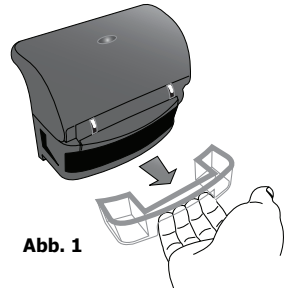

Abb. 1
1. Die Wasserauffangschale nach außen ziehen und so unter dem Deckelscharnier hervorziehen [Abb. 1]. Das gesammelte Wasser nach jedem Gebrauch ausgießen.